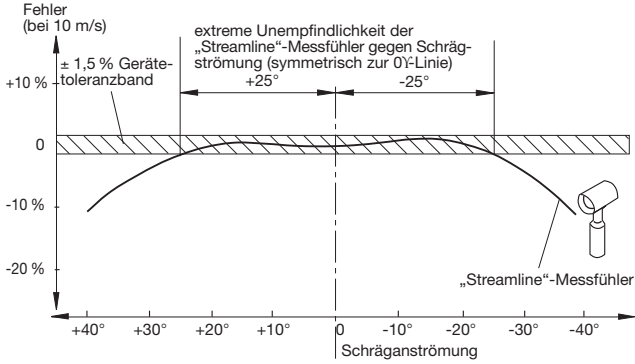

Bild 15
- Der Flügelradaufnehmer soll in dem gegen Schrägströmung unempfindlichen Bereich (Bild 15) ausgerichtet sein. Dies ist der Fall, wenn die Schlüsselansatzflächen (S) parallel zur Rohrleitung (Strömungsrichtung) stehen.